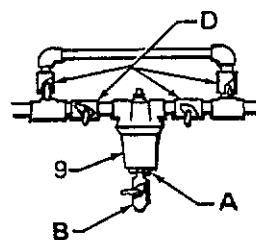

Fig. 2
Installare il filtro e i tubi di by-pass come illustrato nella Fig. 2. E' necessario installare un adattatore (A) e una valvola di drenaggio (B) nella coppa del filtro (9) per eliminare la pressione del fluido e spurgare il filtro prima di smontare la coppa. Installare 4 valvole di arresto idonee (D), una all'entrata del filtro, una all'uscita del filtro, una all'entrata del tubo di by-pass e una all'uscita del tubo di by-pass, in modo tale da deviare il fluido e isolare il filtro durante le operazioni di pulizia e manutenzione.